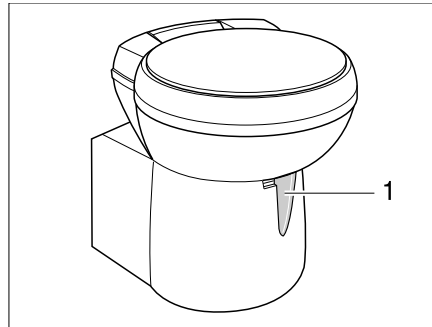

Bild 349 Thetford-Toilettenschüssel, schwenkbar
- Vor dem Spülen den Schieber der Thetford-Toilette öffnen. Dazu den Schieberhebel (Bild 349,1) entgegen dem Uhrzeigersinn schieben.